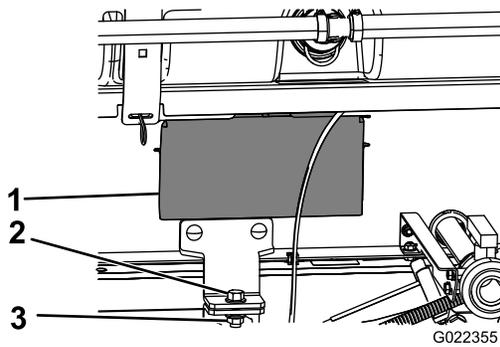

Figura 36
- Retire los paneles de acceso a ambos lados del bastidor del patín (Figura 36).
8. Sujete el soporte de sujeción del conjunto del patín al soporte de la plataforma del bastidor en cada lado de la máquina con un perno (1/2" x 1 1/2") y una contratuerca (1/2") como se muestra en Figura 36.